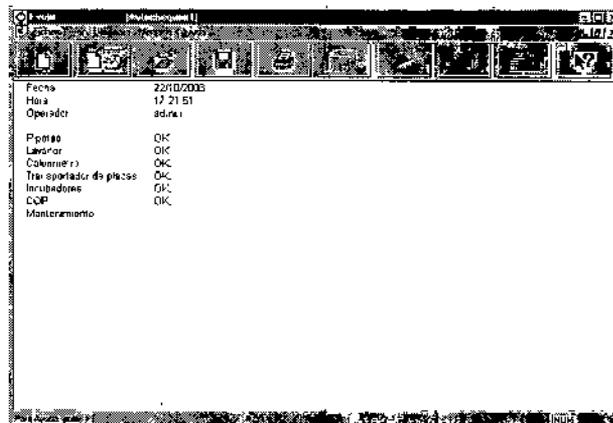

Figura 17: Informe del Autochequeo
- Haga clic en <OK>. Se inicializa el sistema y se visualiza el informe del Autochequeo (véase la Figura 17).